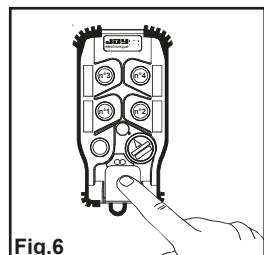

Fig.6
- 6- Den Programmiermodus "Frequenz" durch Betätigen der Aus-Taste verlassen (fig.6).